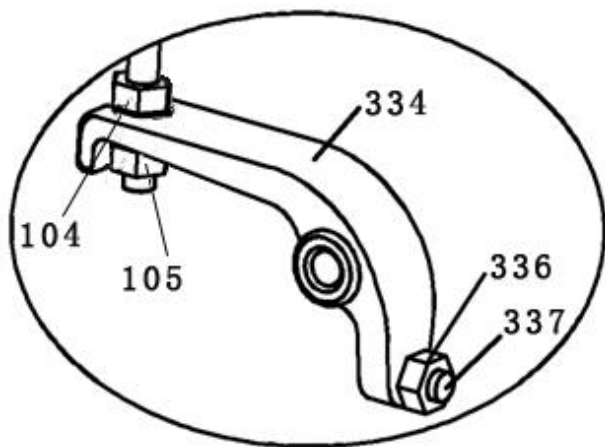

Рисунок 2.1
На рис. 2.1 винты (337) используются для регулировки формы. При поднятии и опускании тележки поверните винты против часовой стрелки (337). Также проверьте подъем тележки. Если тележка не опускается после подъема поверните винт (337) по часовой стрелке и проверьте ее работу до тех пор, пока она не снизится. Винт (337) и гайка (336) имеют функцию фиксации до момента ослабления приладки, после чего она должны быть зафиксирована.